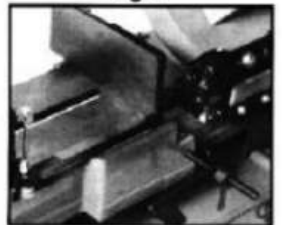

Fig.5
2. Placez une équerre de machiniste comme illustré sur la figure 5. L'équerre doit se trouver sur toute la longueur de l'étau et de la lame sans laisser d'espace.